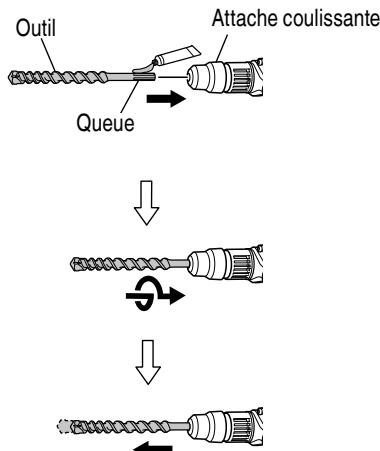

Fig. 7
- (1) Nettoyer, puis graisser la queue de l'outil avec la graisse fournie à cet effet en tube.
- (2) Pour fixer l'outil (tige SDS max), l'insérer dans l'orifice jusqu'à ce qu'il touche l'extrémité intérieure de l'orifice comme indiqué sur la Fig. 7.